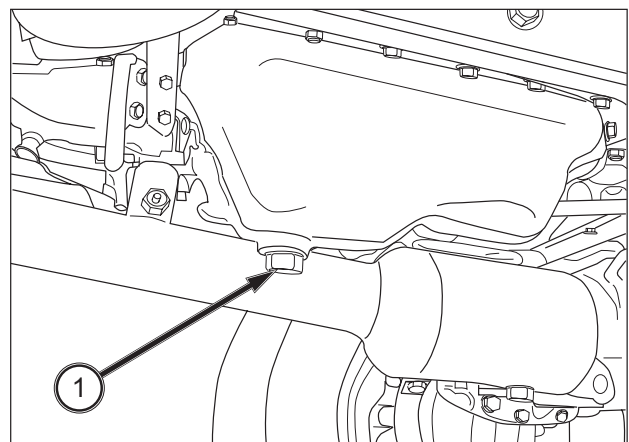

ABB. 124
**ABB. 124:** Für einen Motorölwechsel den Motor laufen lassen, um das Öl zu erwärmen. Ablassstopfen (1) aus dem Motor herausschrauben und das Motoröl vollständig ablaufen lassen. Ablassstopfen wieder einsetzen und Motoröl bis zur Höchstmarkierung des Messstabs auffüllen.